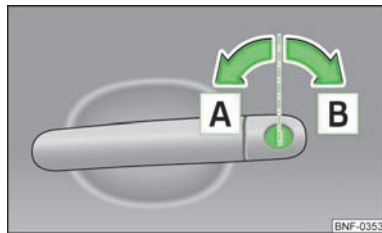

Fig. 10
- Rode a chave no canhão da fechadura da porta do condutor no sentido da deslocação (posição de destrancamento) **A** » Fig. 10.
- Rodar a chave no canhão da fechadura da porta do condutor no sentido oposto ao da deslocação (posição de trancamento) **B** » Fig. 10.